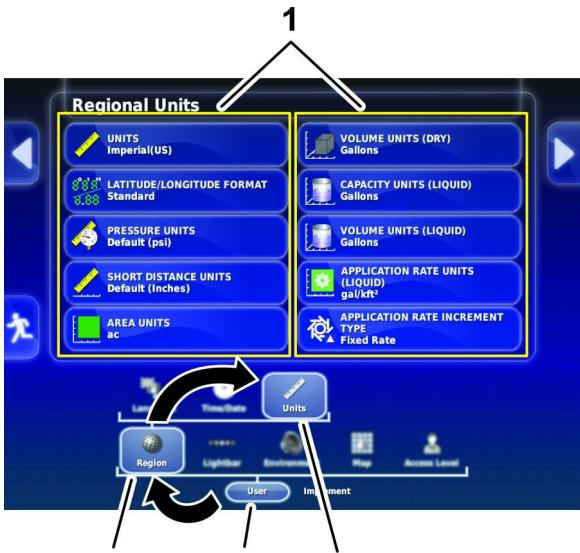

Figura 19
- Premete l'icona Utente (Figura 19).
- Premete l'icona Regione (Figura 19).
- Premete l'icona Unità (Figura 19).